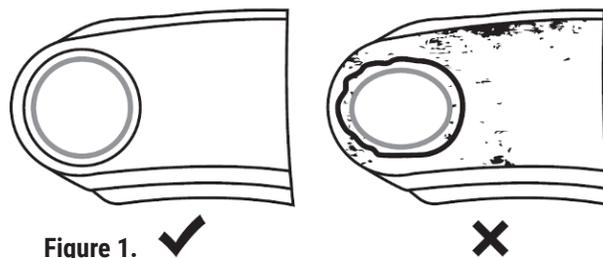

Figure 1. ✓
- S'assurer que toutes les surfaces d'accouplement sont exemptes de rouille, de débris et de bavures avant l'installation du joint à rotule. Inspecter la bride de montage du bras de suspension pour vous assurer qu'elle ne présente pas de fissures, de déformations ou de problème de voilure. En cas de problème, ne pas réutiliser le corps du bras de suspension. **Voir la Figure 1.**